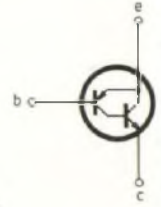

Fig. 11 : Faux Darlington PNP réalisé avec un PNP et un NPN.
12. Faux Darlington PNP réalisé avec le 2N2907 et le 2N3055 (fig. 11)  $5 \mu\text{A}/\text{éch.}$  et  $R_c = 20 \Omega$ . [Y :  $1 \text{ V}/\text{div.}$  et X :  $2 \text{ V}/\text{div.}$ ].